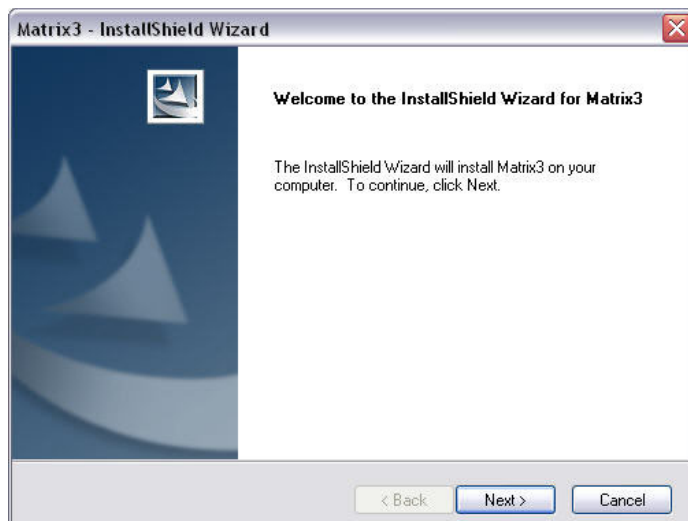

Рис. 17
10. Нажмите «NEXT» [ДАЛЕЕ]. «InstallShield Wizard» [Мастер установки] системы Matrix3 начнет установку (Рис. 17).